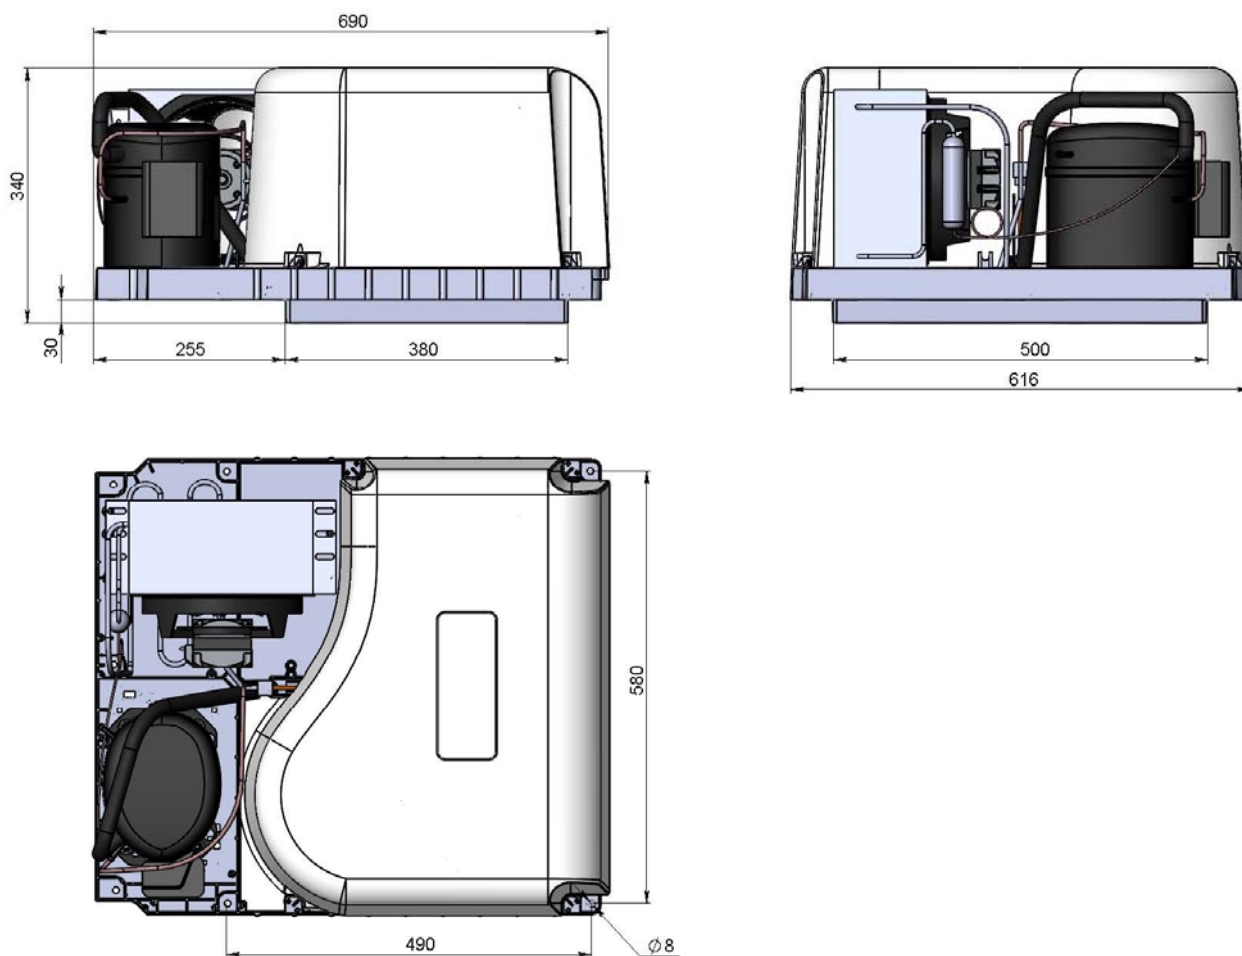

Рис.1. Внешний вид и основные размеры изделия.
1.8. Внешний вид и основные размеры изделия представлены на Рис.1